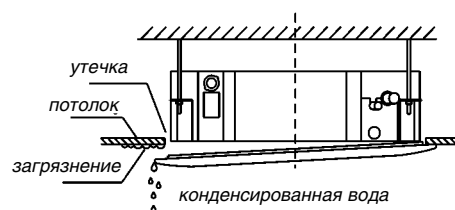

Рис. 13
- Если винты затянуты неравномерно и недостаточно, возможны неполадки, изображенные на рис. 13 (попадание пыли внутрь кондиционера и вытекание конденсата).